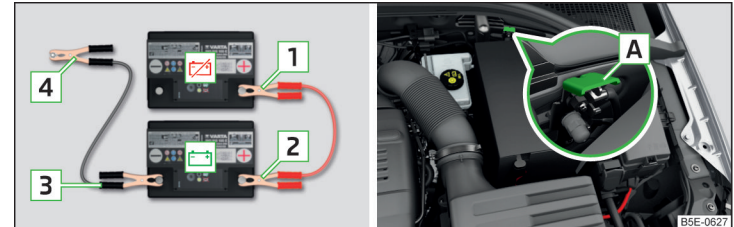

Abb. 335 Starthilfe: ☹ - entladene Batterie, ☺ - stromgebende Batterie / Massepunkt des Motors beim START-STOPP-System
- Bei Fahrzeugen **mit** dem START-STOPP-System die Klemme **4** am Massepunkt des Motors **A** befestigen » Abb. 335.